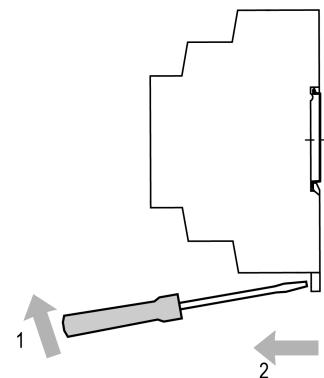

Рисунок 2 – Демонтаж прибора
- В проушину защелки вставить острое отвертку (см. рисунок 2).